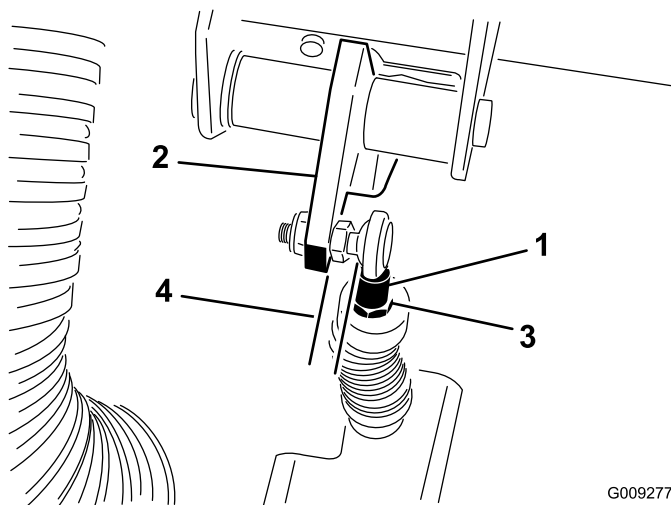

Figure 63
**Important:** La tige d'extrémité doit être d'équerre sur la rotule, sans vriller, et doit rester parallèle à la pédale d'embrayage quand l'écrou de blocage est serré (Figure 63).